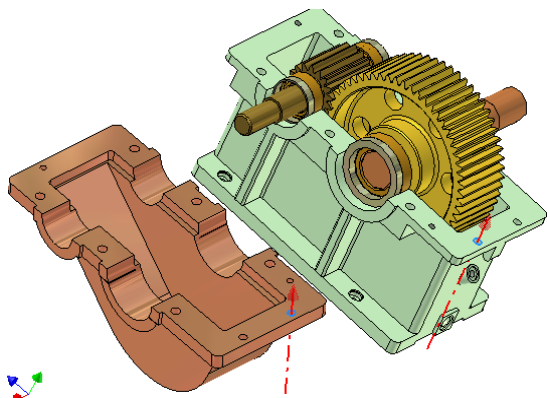

图 10-29 插入约束示意图
②单击【装配】标签栏【位置】面板上的【约束】工具按钮，打开【放置约束】对话框，装配类型选择为【插入】，选择图 10-29 中所示的两个对应的孔的表面作为配合面，设置偏移量为零，方式选择为【反向】即可，单击【确定】按钮完成第一个插入装配约束。